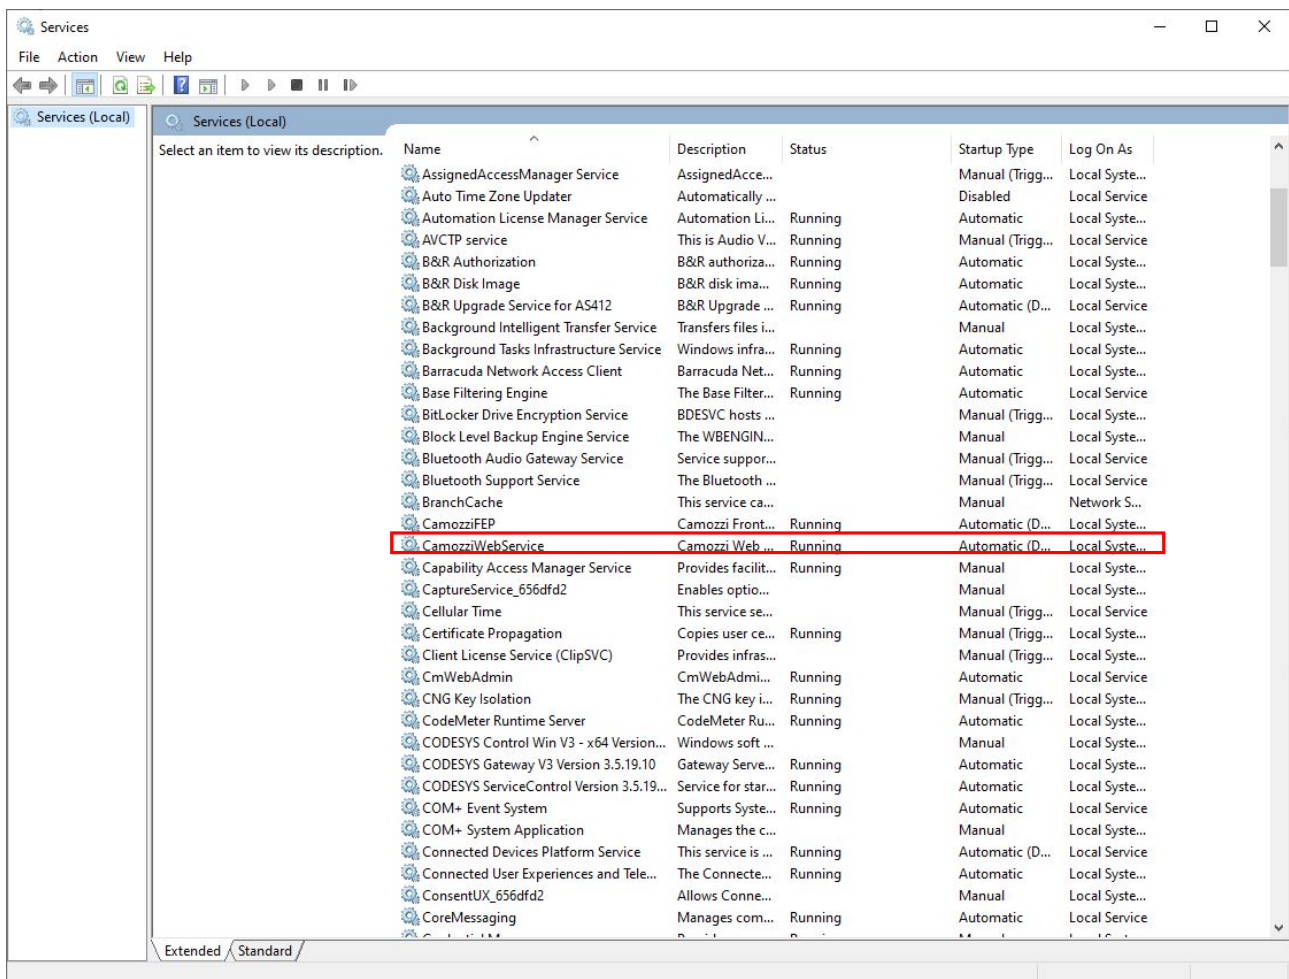

Figura 8.7: Servizio CamozziWebService
❶ Web Service: Se la connessione non è presente accedere alla finestra servizi e verificare che lo stato del "CamozziWebService" sia in esecuzione (figura 8.7), nel caso non lo sia è possibile forzarlo manualmente accedendo alla stessa finestra con i privilegi d'amministratore.
- Non riesce a contattare il server di login: accedere alla finestra servizi e verificare che lo stato del "CamoZZiWebService" sia in esecuzione come mostrato in figura 8.7, nel caso non lo sia è possibile forzarlo manualmente accedendo alla stessa finestra con i privilegi d'amministratore.